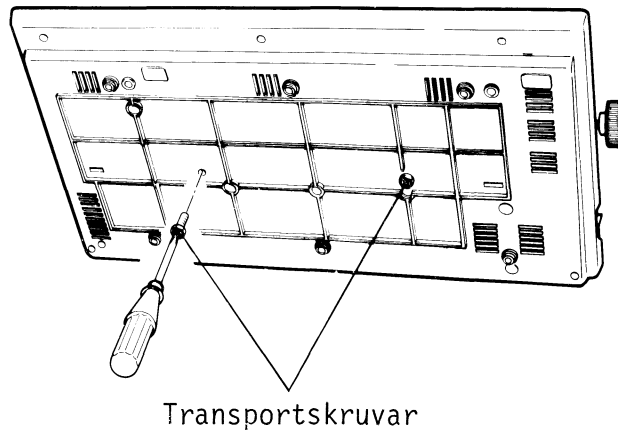

Fig 3.1 Borttagning av transportskruvarna
a) Vänd upp skrivaren enligt fig 3.1.